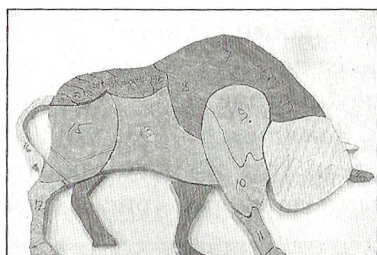

Рис. 74
**Занятия 6, 7.** На этих занятиях необходимо подогнать все детали друг к другу так, чтобы устранить щели между смежными деталями (рис. 74). Это выполняется одновременным